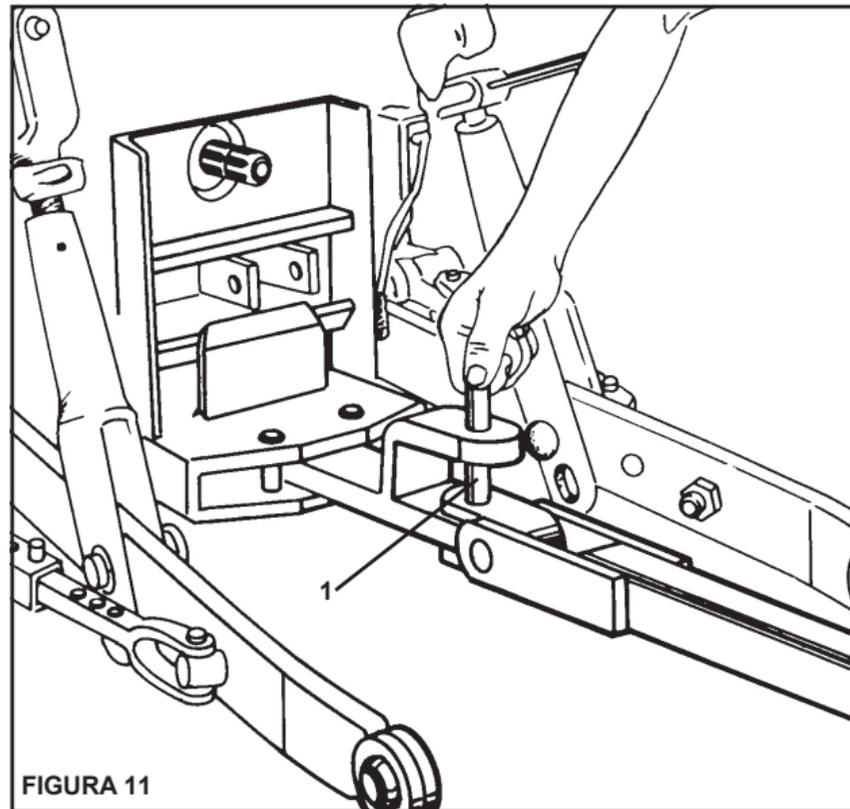

FIGURA 11
ENGATE DA GRADE NA BARRA DE TRAÇÃO DO TRATOR, CONFORME FIGURA 11.
7 - Para engatar a grade na barra de tração do trator, deve-se observar o alinhamento dos mesmos, regular a altura exata no engate da grade e usar o pino "L" de engate item 1 figura 11.